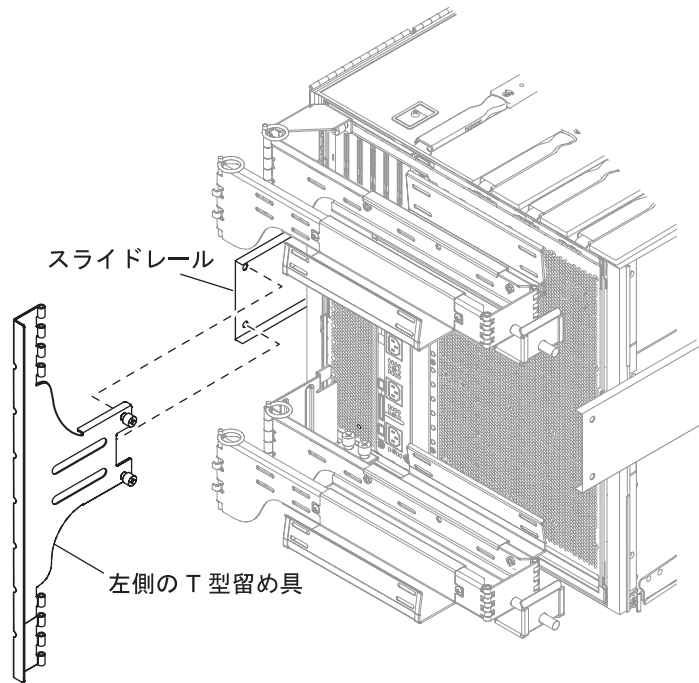

図 1-23 左側の T 型留め具の取り付け
6. 2本の脱落防止機構付きねじを使用して、左側の T 型留め具を左側のスライドレールに固定します (図 1-23)。